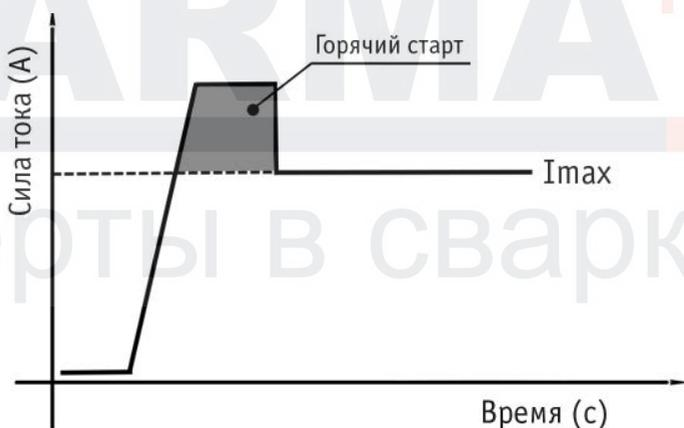

Рис. 6.1.4. Hot Start.
Hot Start.	Обеспечивает лучший поджиг дуги в начале сварки (см. рис. 6.1.4).
Hot Start.	Для обеспечения лучшего поджига дуги в начале сварки инвертор автоматически повышает сварочный ток. Это позволяет значительно облегчить начало сварочного процесса (см. рис. 6.1.4).
**Hot Start:** для обеспечения лучшего поджига дуги в начале сварки инвертор автоматически повышает сварочный ток. Это позволяет значительно облегчить начало сварочного процесса (см. рис. 6.1.4).